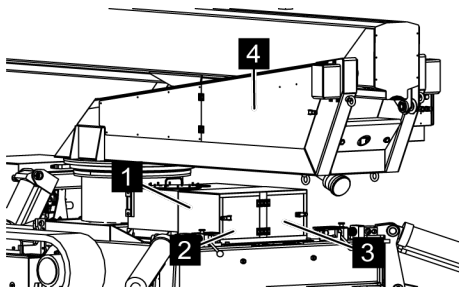

Fig. 125: Capot des vannes à deux voies
2. ➤ Ouvrir les portes (Voir la Fig. 125/2 et 3) et enlever complètement le capot (Voir la Fig. 125/1).
Pour la commande de la plateforme, les portes (Voir la Fig. 125/2 et 3) doivent rester fermées.
3. ➤ Ouvrir la porte (Voir la Fig. 125/4).